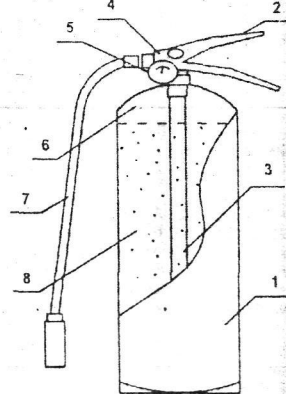

Рис. 1
4.1. Огнетушитель (рис. 1) состоит из корпуса 1, наполненного огнетушащим порошком 8. На горловине закреплено запорно-пусковое устройство 2 с индикатором давления 5. ЗПУ оснащено ручкой для переноски огнетушителя и ручкой для управления подачей порошка. Огнетушитель оснащен сифонной трубкой, гибким рукавом 7 (для ОП-1, ОП-2 и ОП-3) и распылителем для получения факела из струи порошка. Огнетушитель оснащен чекой для предотвращения самосрабатывания.